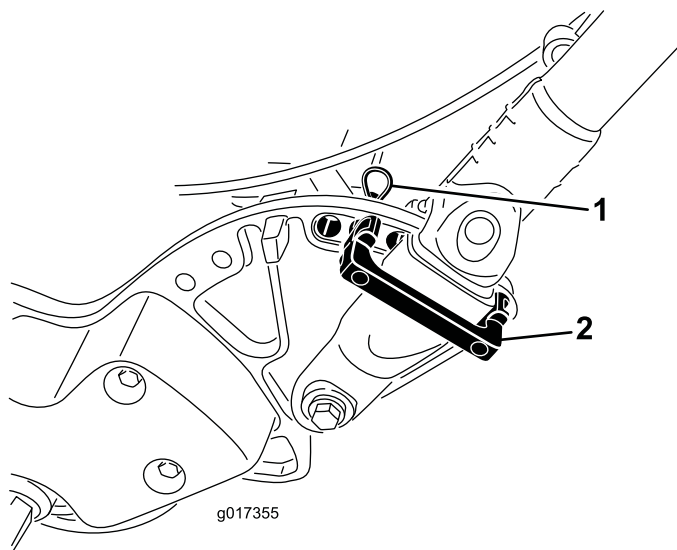

图30
1. 卸下剪草机各侧手柄卡环上的发卡销（图30）。
2. 当撑住手柄时，取下两侧的发卡销，然后将手柄旋转到所需的操作位置（图30）。